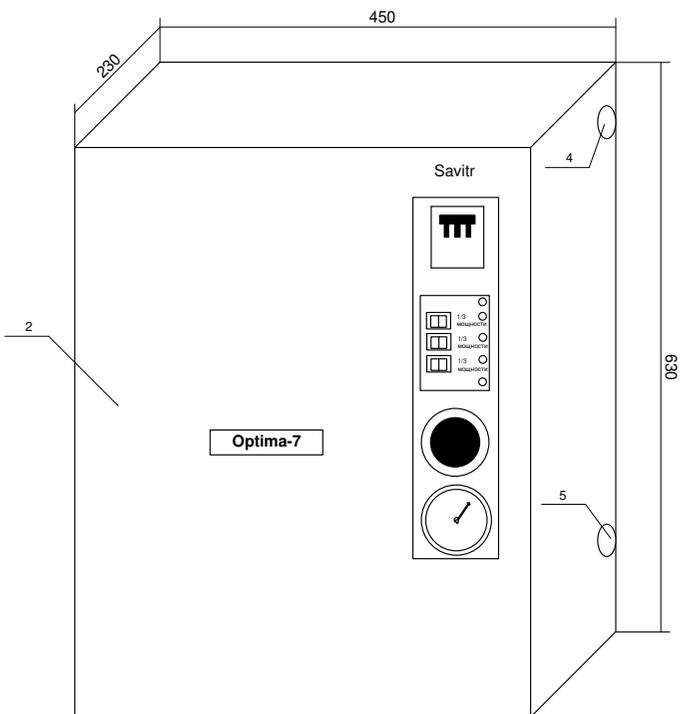

Рисунок 2. Общий вид водонагревателя «Star Optima»
6.1. Для подготовки водонагревателя электрического серии «Optima»/«Standart» к работе, необходимо подсоединить его к отопительной системе, закрепив его на стене таким образом, чтобы в случае срабатывания клапана безопасности (поз.17 рис.2) теплоноситель мог свободно стекать вниз.
6.4. Подключение к сети 380В. Для электрического питания котла необходимо подключить три фазы к силовой колодке (поз.10 рис.2), соответственно к клеммам А, В, С и нейтраль к клемме N. Для подключения электронагревателя к электросети необходимо использовать кабель определенного сечения (см. таблица 1). Рекомендуется силовые кабели и кабели управления прокладывать отдельно, для этого в корпусе предусмотрены отдельные кабельные вводы (поз 4 и 5 рис. 2).
6.7. Заземлите водонагреватель. Контакт заземления (поз.11 рис.2), соедините медным гибким проводом, сечением не менее 2,5 мм² с заземляющей магистралью. Последовательное включение в заземляющую магистраль запрещается!
- выберите необходимую мощность водонагревателя. Для этого включите любые одну, две или три клавиши мощности на блоке управления 22 (рис.2);
- установите необходимую температуру теплоносителя регулятором температуры 8 (рис.2) и температуру воздуха в помещении на комнатном термостате (в случае его использования);